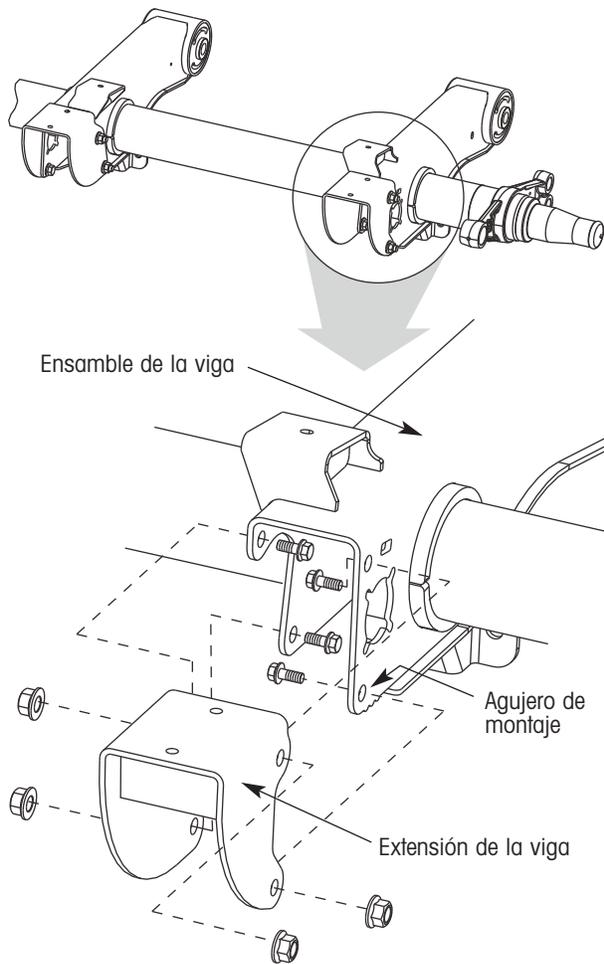

Figura 18. Instalación de la extensión de la viga HKAT 46K (HKA200), HKAT 50K (HKA250), HKAT 69K23 y HKAT 69K25
1. Deslice la extensión de la viga sobre el extremo de la viga de la suspensión trasera como se muestra en la figura 18. Alinee los agujeros en la extensión de la viga con los agujeros de montaje en la viga de la suspensión trasera.